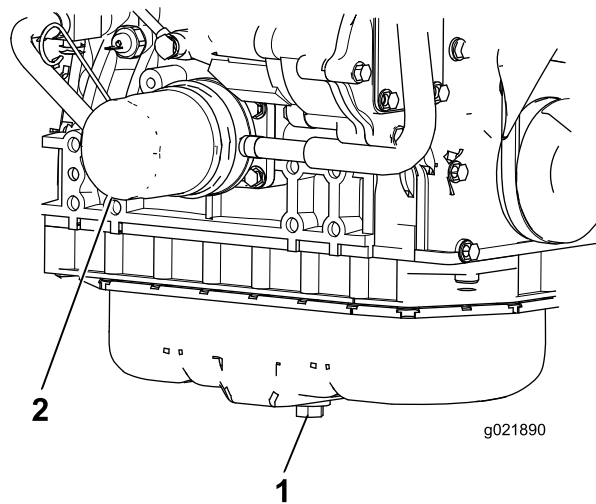

Bild 84
1. Entfernen Sie die Ablassschraube und lassen Sie das Öl in die Auffangwanne ab (Bild 84).
3. Entfernen Sie den Ölfilter (Bild 84).